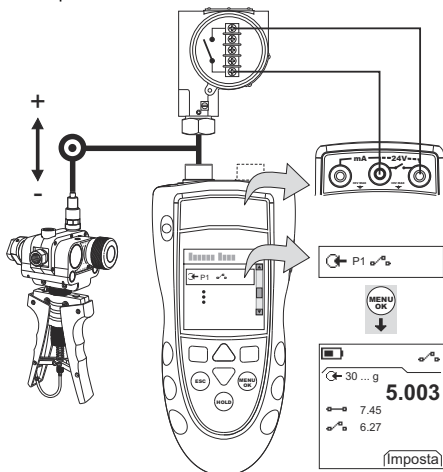

Figura 4: Esempio di configurazione - Test del pressostato
- Collegare lo strumento (Figura 4) e, se necessario, modificarne il Setup (Tabella 1).